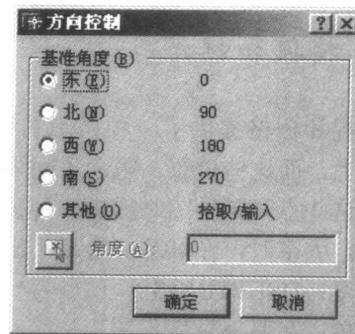

图 1-2 “方向控制”对话框
5. 方向按钮：设定角度方向。点取【方向】按钮后，弹出如图 1-2 所示的“方向控制”对话框。